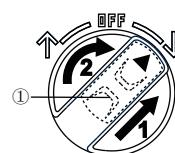

Figura 9
Accensione e spegnimento del prodotto (Figura 9)
1. Per accendere, spingere in avanti il blocco di sicurezza (1) situato al centro dell'interruttore On-Off (12). Ruotare l'interruttore On-Off (12) verso destra come illustrato nella figura 9.
2. Per spegnere, portare l'interruttore di accensione (12) in posizione centrale "OFF"